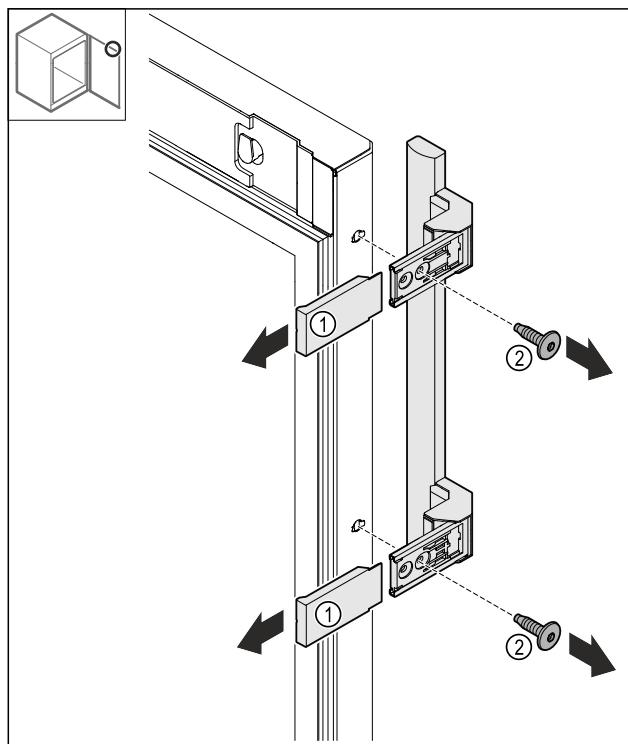

Fig. 24
- Свалете капаците *Fig. 24* (1).
- Разхлабете винтовете *Fig. 24* (2).